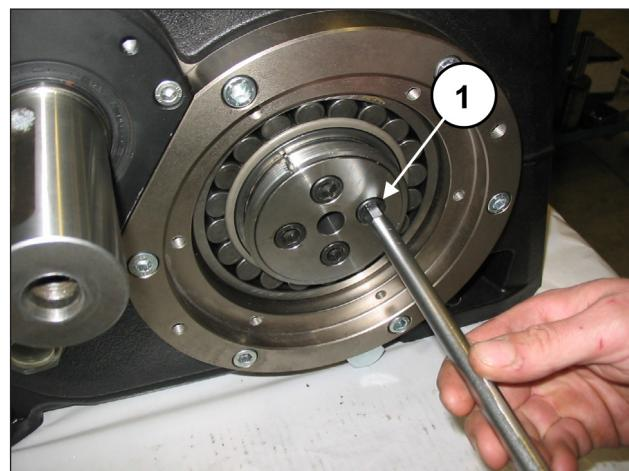

Рис. 88
Прикрутите оба фиксирующих фланца втулки к коленвалу с помощью 4+4 винтов M12x25 (поз. ①, Рис. 88).